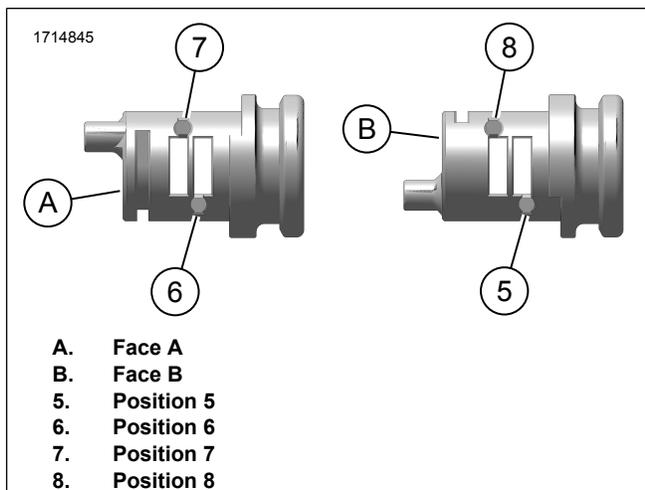

**Figure 4. Plaque de retenue**
- a. Voir la figure 4. Veiller à ce que la plaque de retenue (1) soit au ras de la surface du logement du verrou.
- b. À l'aide d'un poinçon et d'un marteau, aplatir les quatre bossages (2) pour maintenir la plaque de retenue en place.